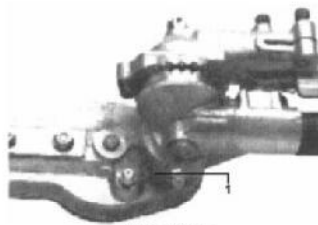

Fig.HT16
c. Saque la caja de engranajes del tubo. Utilice una pistola de grasa tipo gatillo para bombear grasa de litio (unos 10 gramos) en el orificio de engrase hasta que vea que salga de la caja de engranajes (Fig.HT16). La grasa expulsada será visible en la cavidad del tubo exterior. Limpie el exceso de grasa y luego vuelva a montar la caja de engranajes en el tubo exterior.